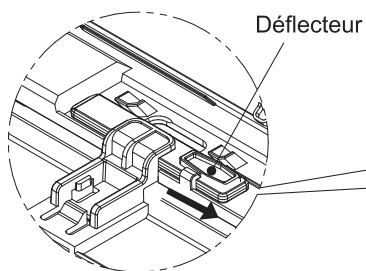
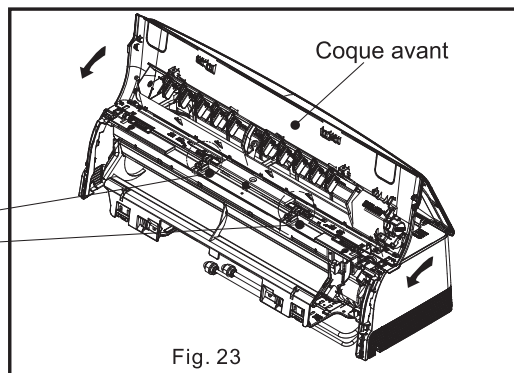
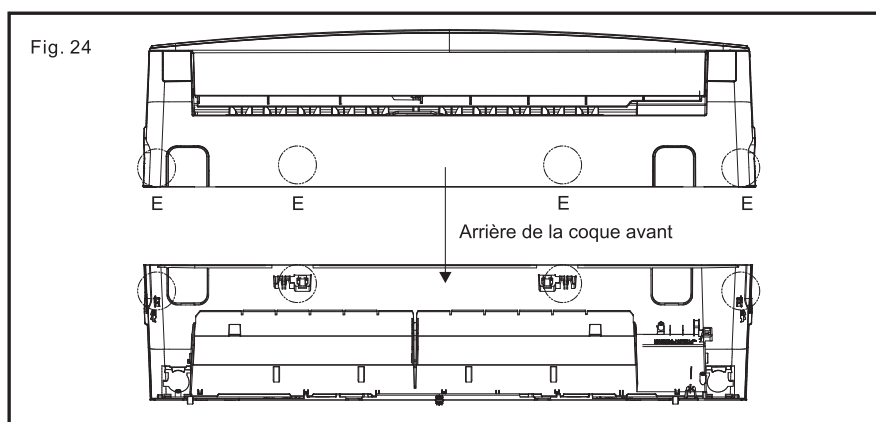

Fig. 22
Fig. 23
Fig. 24
- 10) Tirez les déflecteurs comme illustrés sur la Fig. 22. Fermez la coque avant comme illustrée sur la Fig. 23. Ensuite en position E, appuyez pour attacher la coque avant comme illustrée sur la Fig. 24.